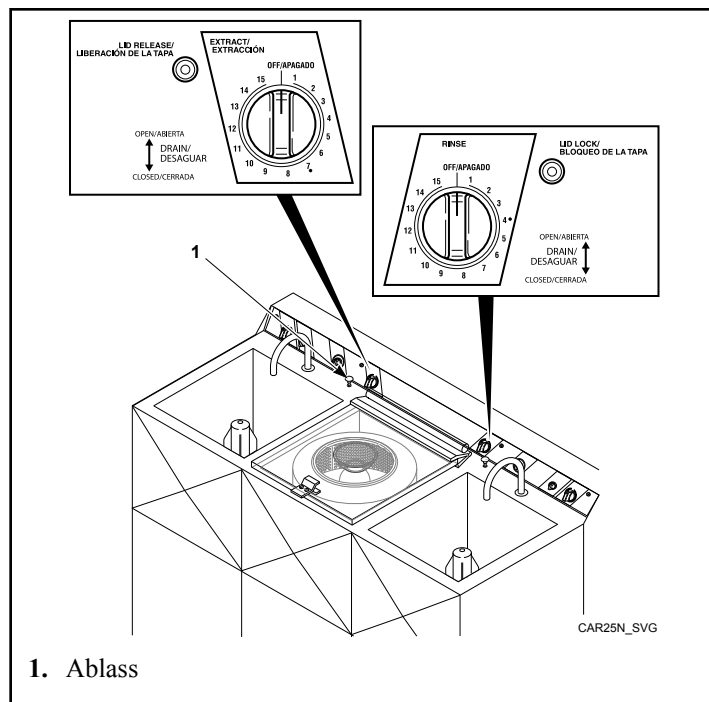

Abbildung 15
10. Die Zeitgeber für Schleudern und Spülen auf die gewünschten Zykluszeiten stellen. Siehe *Abbildung 15*.
11. Nach Abschluss des Zyklus warten, bis die Trommel angehalten hat, anschließend die Taste LID RELEASE drücken, um den Deckel zu öffnen. Siehe *Abbildung 15*.